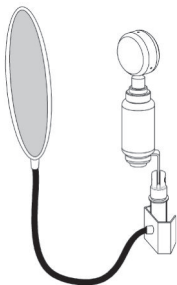

рис. 8
5. Для увеличения срока эксплуатации микрофона при работе с вокалистами рекомендуется использовать поп-экран. (рис. 8).